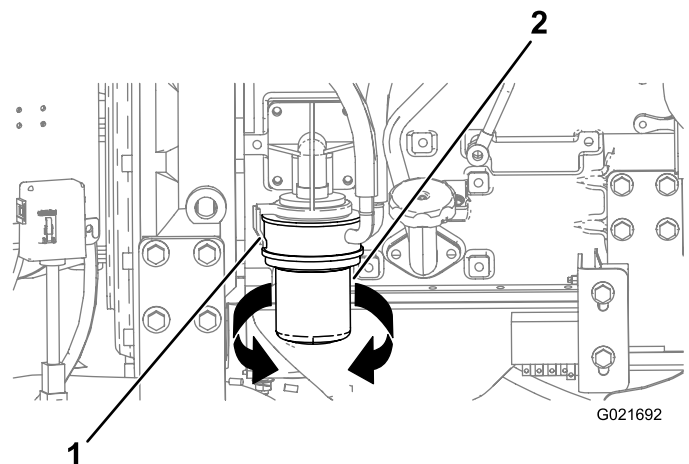

Figura 124
3. Posicione uma bandeja de drenagem ou vários panos sob o filtro de óleo e o adaptador do filtro de óleo (Figura 124).
4. Gire o filtro de óleo no sentido anti-horário e o remova-o (Figura 124).
8. Alinhe o filtro de óleo com seu adaptador e gire-o no sentido horário até a vedação do filtro de óleo entrar em contato com o adaptador (Figura 124).
9. Aperte o filtro de óleo com a mão, dando mais meia volta (Figura 124).